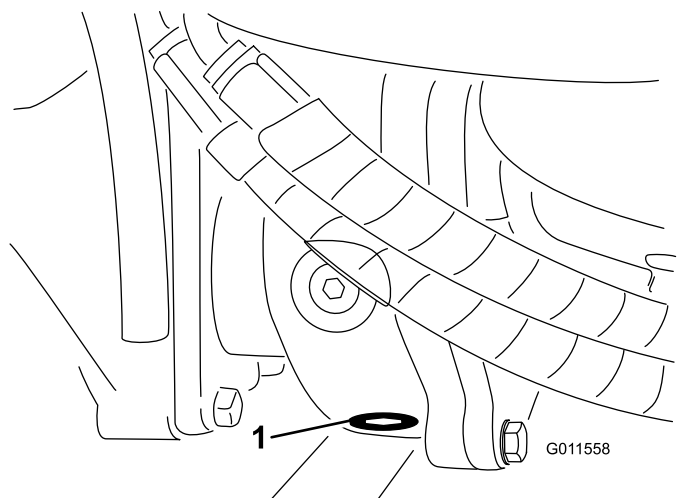

Figura 94
5. Limpie la zona alrededor del tapón de vaciado en la parte inferior de la caja de engranajes (Figura 94).